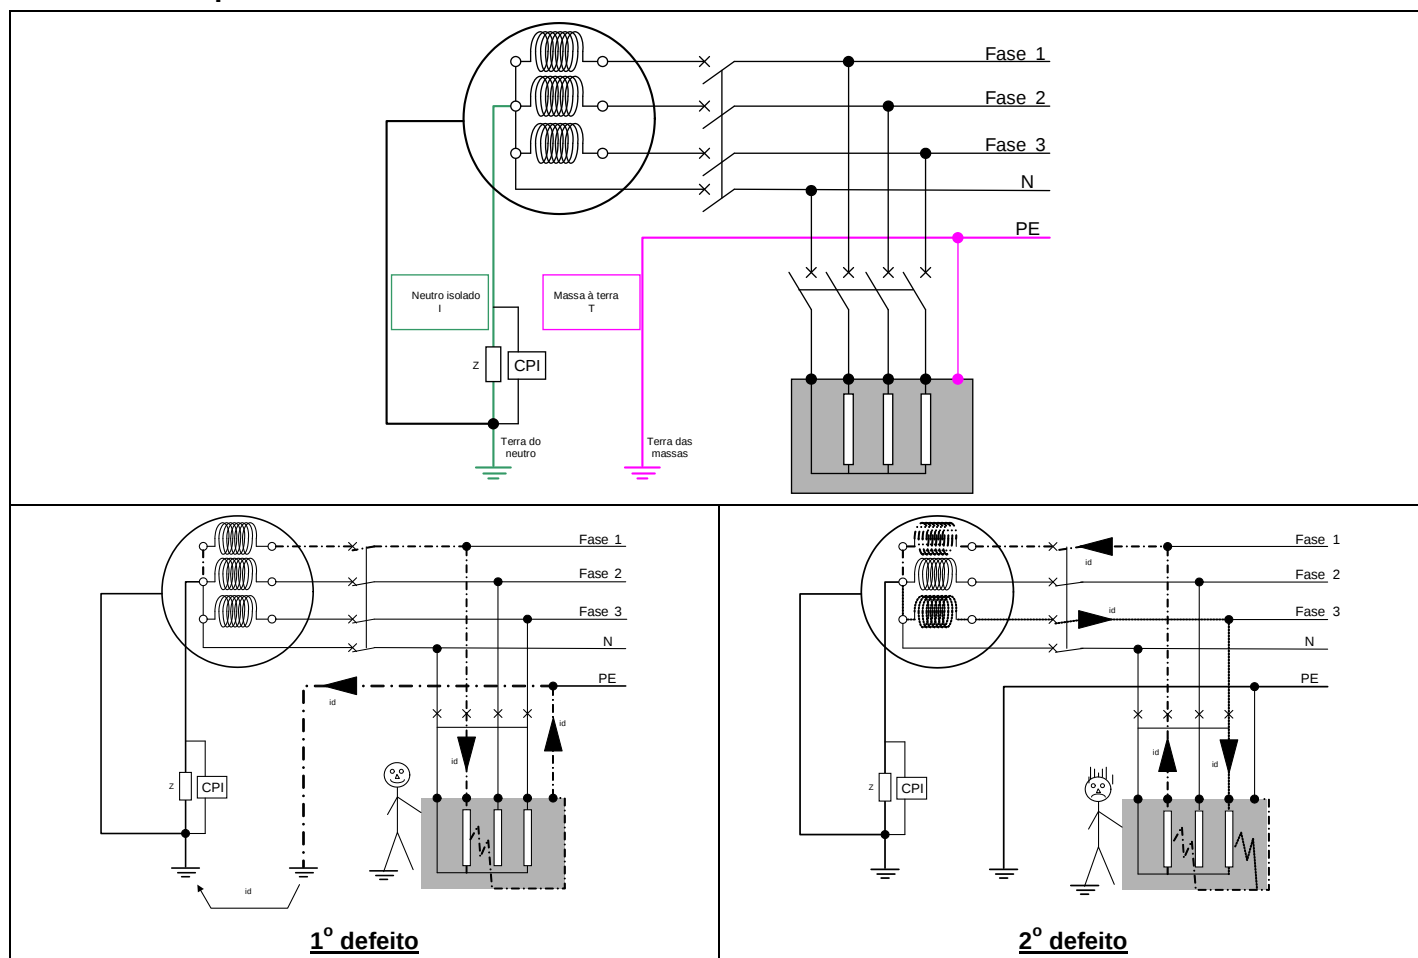

Figura66: Regime de neutro IT
No esquema IT, o neutro do alternador está ligado à terra através de uma impedância (Z) superior a 1000 ohms ou isolado ($Z=\infty$). As massas da instalação estão ligadas à terra (*consultar Figura66: Regime de neutro IT*). É importante referir que um Controlador Permanente de Isolamento (*CPI*) está ligado em paralelo nesta impedância Z , para controlar a qualquer instante o isolamento do circuito.